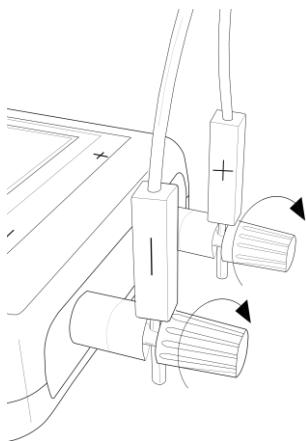

Рисунок 7.5
3. Вставьте в отверстие клемм коннекторы до упора, как показано на рис. 7.5.